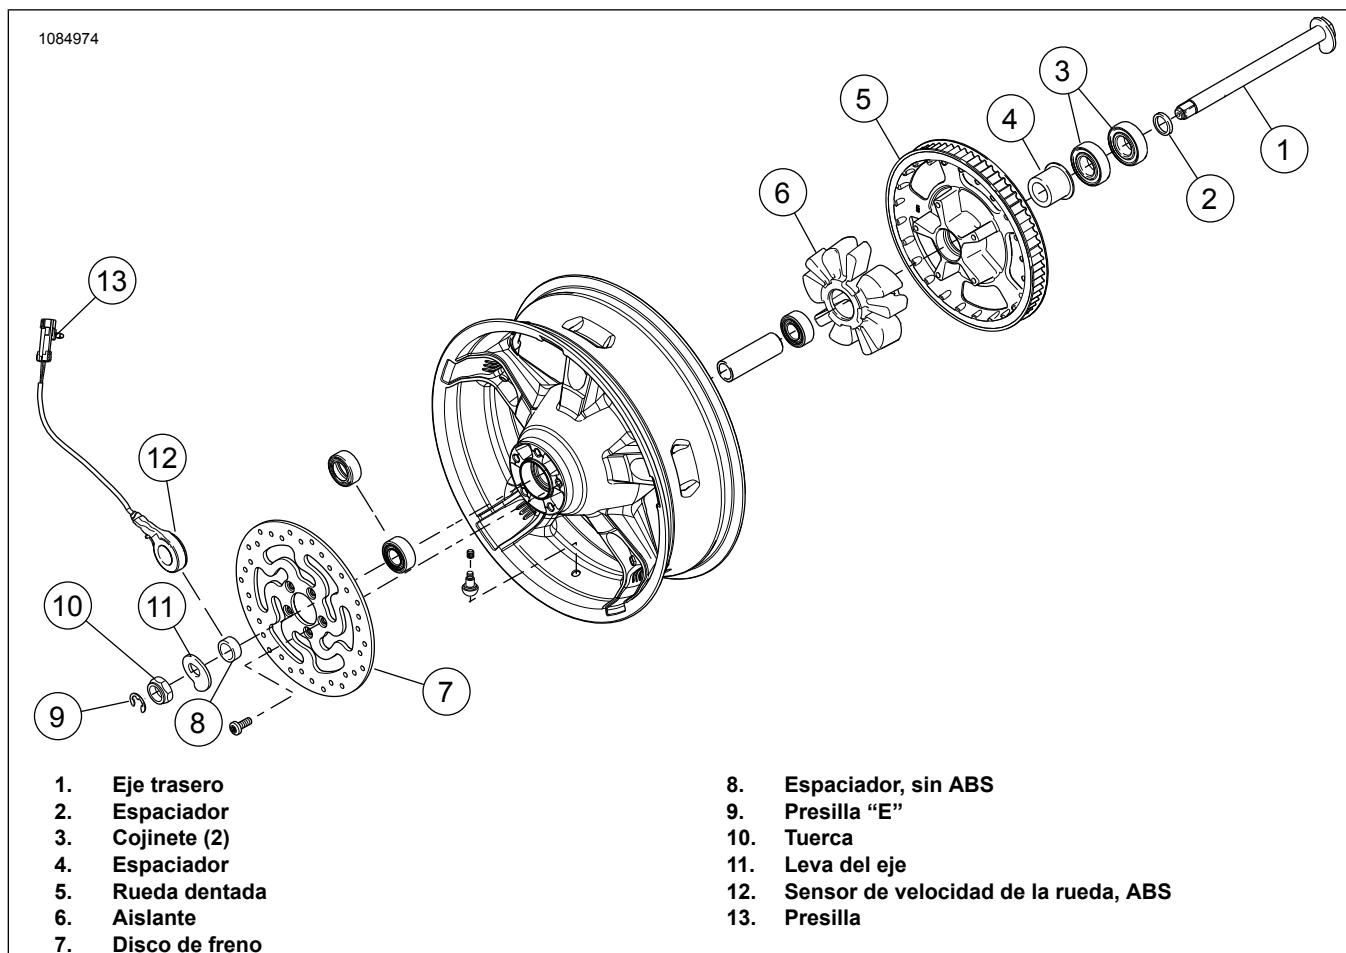

Figura 5. Piezas de la rueda trasera para volver a usar
3. Vea la Figura 5. Extraiga y desarme el conjunto de la rueda trasera existente. Vea el manual de servicio.